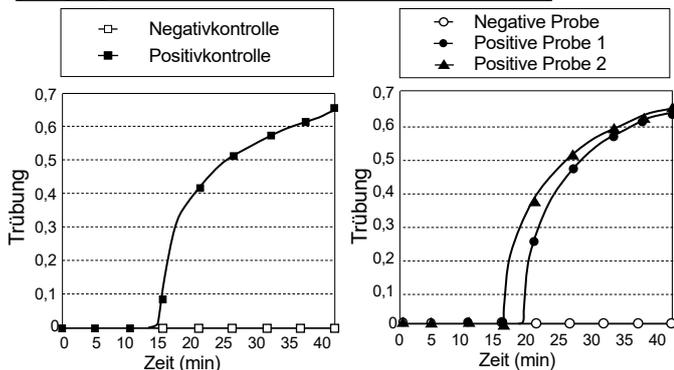

Abb. 1 : Amplifikationsplots für Kontrollen. Abb. 2 : Amplifikationsplots für Proben.
- (2) Reaktionsgefäße in den HumaLoop M einsetzen und die grüne Taste drücken, um die LAMP-Reaktion zu starten (40 Minuten bei 65,0 °C). Einzelheiten zur Bedienung des HumaLoop M sind im Benutzerhandbuch des HumaLoop M zu finden.
- Turbidimeter-Anzeige auf einen Trübungsanstieg der Positiv- und Negativkontrollen prüfen. Steigt die Trübung in der Positivkontrolle an, in der Negativkontrolle jedoch nicht, läuft die Amplifikationsreaktion korrekt ab (Abb. 1). Wenn dies nicht der Fall ist, verläuft die Amplifikationsreaktion möglicherweise nicht ordnungsgemäß. In einem solchen Fall sind die betroffenen Proben erneut zu testen.
Nachdem bestätigt wurde, dass die Trübung in der Positivkontrolle zunimmt, in der Negativkontrolle jedoch nicht, sind die Proben nach den folgenden Kriterien (Abb. 1 und 2) zu bewerten: